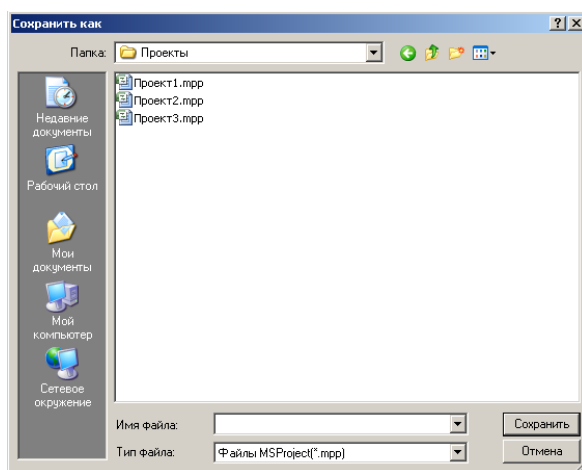

Рис. 6.1 Диалоговое окно «Сохранить как».
2. В открывшемся стандартном окне «**Сохранить как**» (Рис. 6.1) задайте наименование и расширение *.mpp для сохраняемого файла.